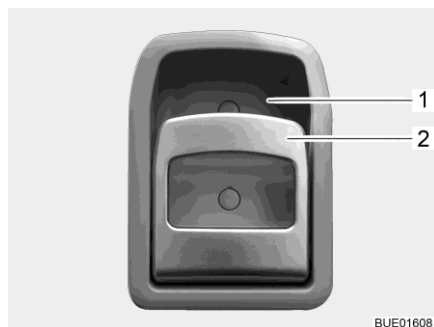

Fig. 36 Serratura della porta (porta di ingresso, lato interno)
- Apertura:** ■ Tirare la maniglia (Fig. 36,2). La serratura della porta si sblocca o apre.
- Bloccaggio:** ■ Premere la maniglia (Fig. 36,2) in alto verso l'impugnatura (Fig. 36,1). La serratura della porta si blocca.